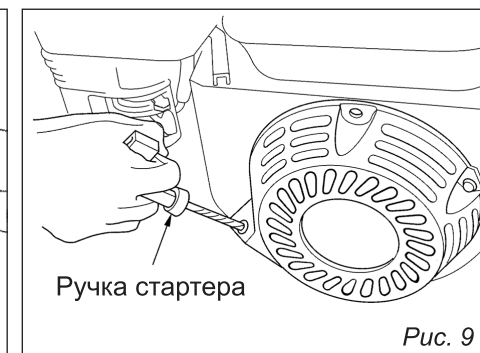

Рис. 9
• Медленно вытяните шнур стартера до тех пор, пока не почувствуете легкого сопротивления (см. рис. 9). Затем дерните его для запуска двигателя. Аккуратно верните шнур на место. Никогда не допускайте резкого отскока шнура.
2. Установите автоматический выключатель в положение «ВЫКЛ» (рис. 9).